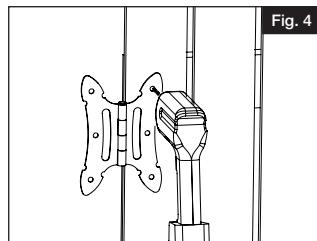

Fig. 4
- Percer un avant-trou de 7/32 po (5,6 mm) sur la barrière (Fig. 4).